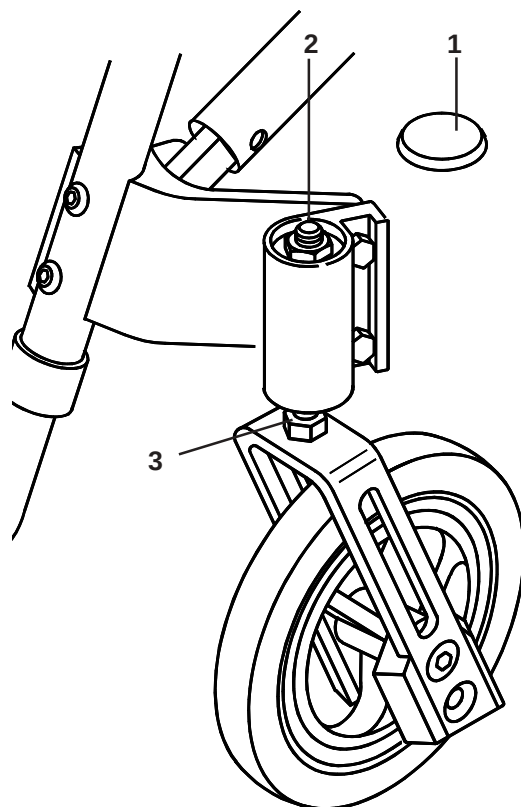

Fig. 38
Om de speling uit de balhoofdas te verwijderen (Fig. 38), verwijdert u de stofkap (1) door deze op te lichten. Draai de moer (2) met een 19 mm dopsleutel aan tot alle speling verwijderd is, maar zo dat de balhoofdas (3) nog steeds zonder weerstand rond kan draaien. Monteer de stofkap door deze weer op zijn plaats te drukken.